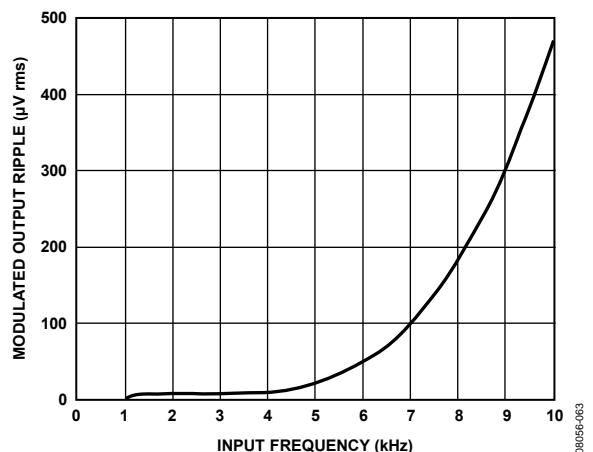

図 60. ADA4051-1/ADA4051-2 の変調された出力リップル対入力周波数
残った電圧リップルは 2 つのソースから発生しています。リップルの 1 つ目のタイプは、Gm1 の初期オフセットに対応する残留リップルから発生するものです。これは初期オフセットの大きさに比例し、チョッピング周波数(f_{CHOP})にスペクトルを発生させます。アンプをユニティ・ゲイン・バッファとして構成した場合、このリップルの typ 値は $4.9 \mu\text{V rms}$ に、最大値は $34.7 \mu\text{V rms}$ に、それぞれなります。リップルの 2 つ目のタイプは、高周波入力信号とチョッピング周波数との間の相互変調により発生するものです。このリップルは入力周波数(f_{IN})に依存し、チョッピング周波数と入力周波数との差の周波数($f_{\text{CHOP}} - f_{\text{IN}}$)に、およびチョッピング周波数と入力周波数との和の周波数($f_{\text{CHOP}} + f_{\text{IN}}$)に、それぞれスペクトルを発生させます。様々な入力周波数に対するリップルの大きさを図 60 に示します。
- 入力信号の周波数がチョッピング周波数より低いほど、入力信号を乱しません(図 60 参照)